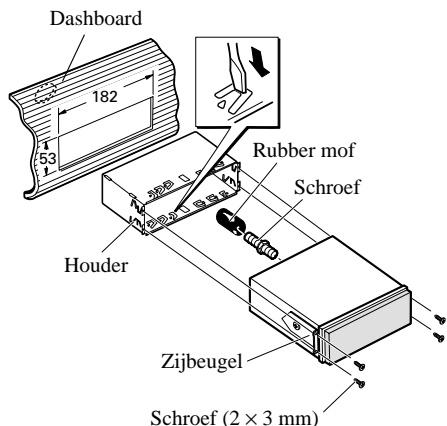

Afb. 11
1. **Bepaal de positie van de zijbeugels. (Afb. 11)**